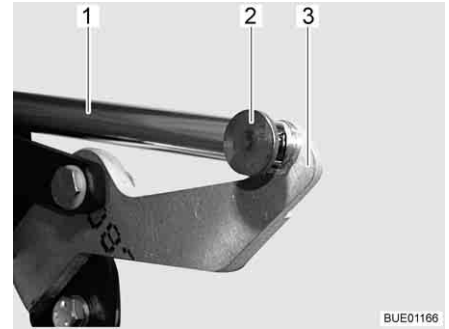

Bild 120 Antrieb
- Verbindung (z. B. Stift und Federstecker) (Bild 120,2) zwischen Schubstange (Bild 120,1) und Hebel (Bild 120,3) abnehmen.